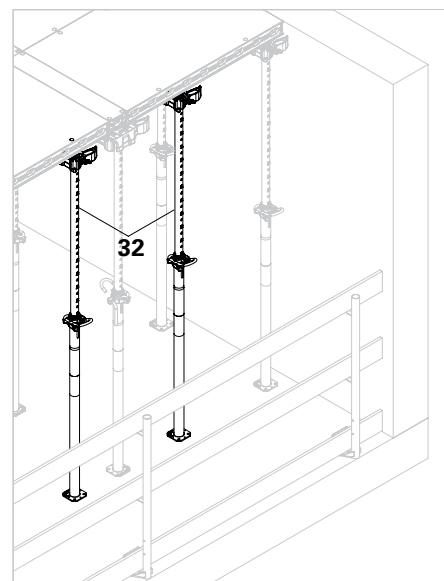

Fig. D4.06a
1. Posizionare puntelli supplementari con testa d'appoggio DFH (32) per tutta la larghezza dei pannelli sporgenti. (Fig. D4.06a)